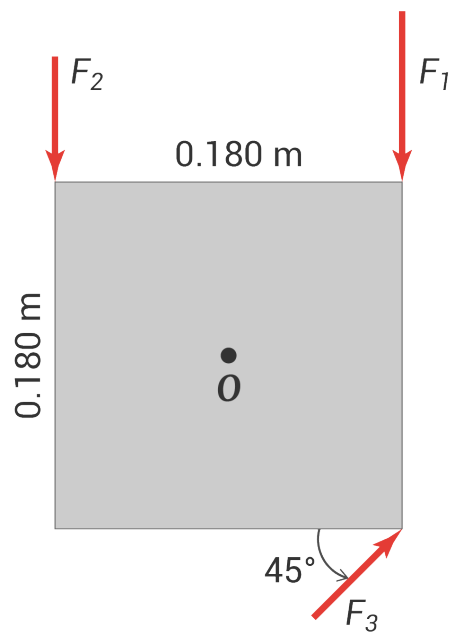

Figura 22.2: Placa metálica sujeta a diversas fuerzas.
- Una placa metálica cuadrada de 0.180 m de lado, está pivoteada por un eje que pasa por su centro y es perpendicular a la placa (ver Figura 22.2). Calcule la torca neta alrededor de este eje debida a las tres fuerzas que se muestran. Considere $F_1 = 18.0$ N, $F_2 = 26.0$ N y $F_3 = 14.0$ N (La placa y todas las fuerzas están en el mismo plano.)